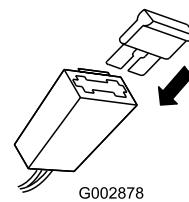

Figura 8
2. Inserite il fusibile nel portafusibili come da illustrazione(Figura 8).